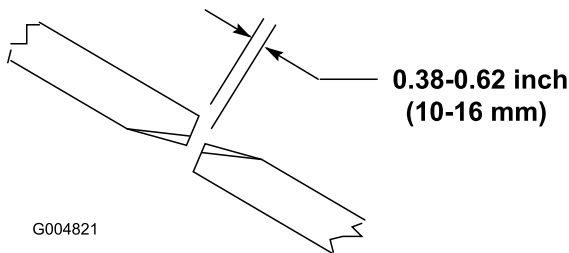

図 27
刈り込みデッキが適切に作動できるように、ウイング側と中央のブレードとの間に 1016mm の隙間を確保してください 図 27。
- 中央のブレードとその隣のウイングブレードを手で回してブレードの先端どうしを整列させる。先端から先端までの距離を測る。1016mm であれば適正である 図 27。